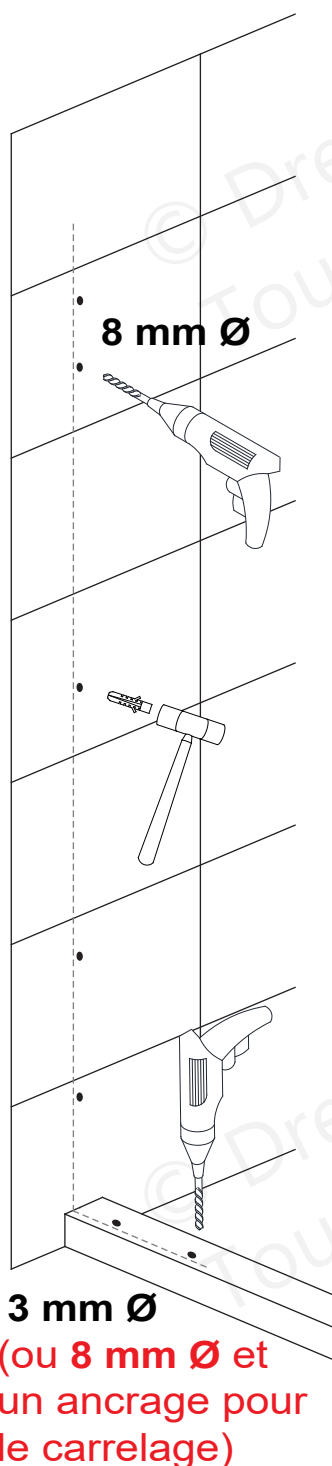

Fig 5
- Percez des **trous de 8 mm Ø** dans le mur et posez des ancrages (**N° 23**) pour une installation sur un seuil de carrelage. (**Fig 5**)